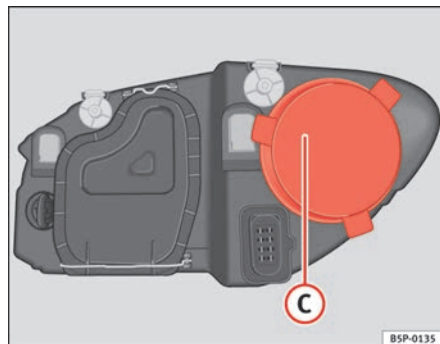

Abb. 181 Fernlicht
- Den Deckel ⇒ Abb. 181 C abziehen.